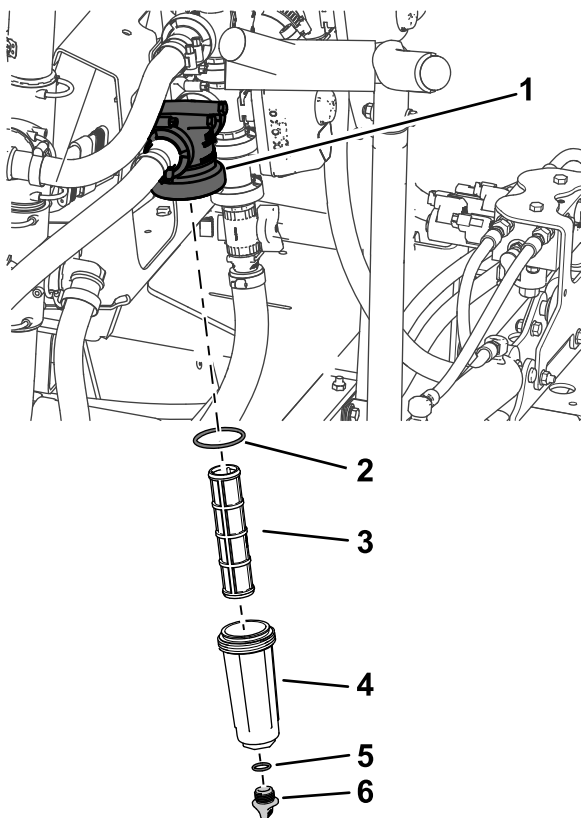

Figure 89
2. Placez un bac de vidange sous le filtre de pression (Figure 89).
3. Tournez le bouchon de vidange dans le sens antihoraire et retirez-le de la cuvette du filtre de pression (Figure 89).
4. Tournez la cuvette dans le sens antihoraire et déposez la tête du filtre (Figure 89).
5. Retirez l'élément du filtre de pression (Figure 89).
7. Contrôlez l'état et l'usure du joint du bouchon de vidange (à l'intérieur de la cuvette) et du joint de la cuvette (à l'intérieur de la tête du filtre) (Figure 89).
8. Placez l'élément dans la tête du filtre de pression (Figure 89).
9. Vissez la cuvette sur la tête du filtre et serrez-la à la main (Figure 89).
10. Vissez le bouchon de vidange sur le raccord au fond de la cuvette et serrez-le à la main (Figure 89).